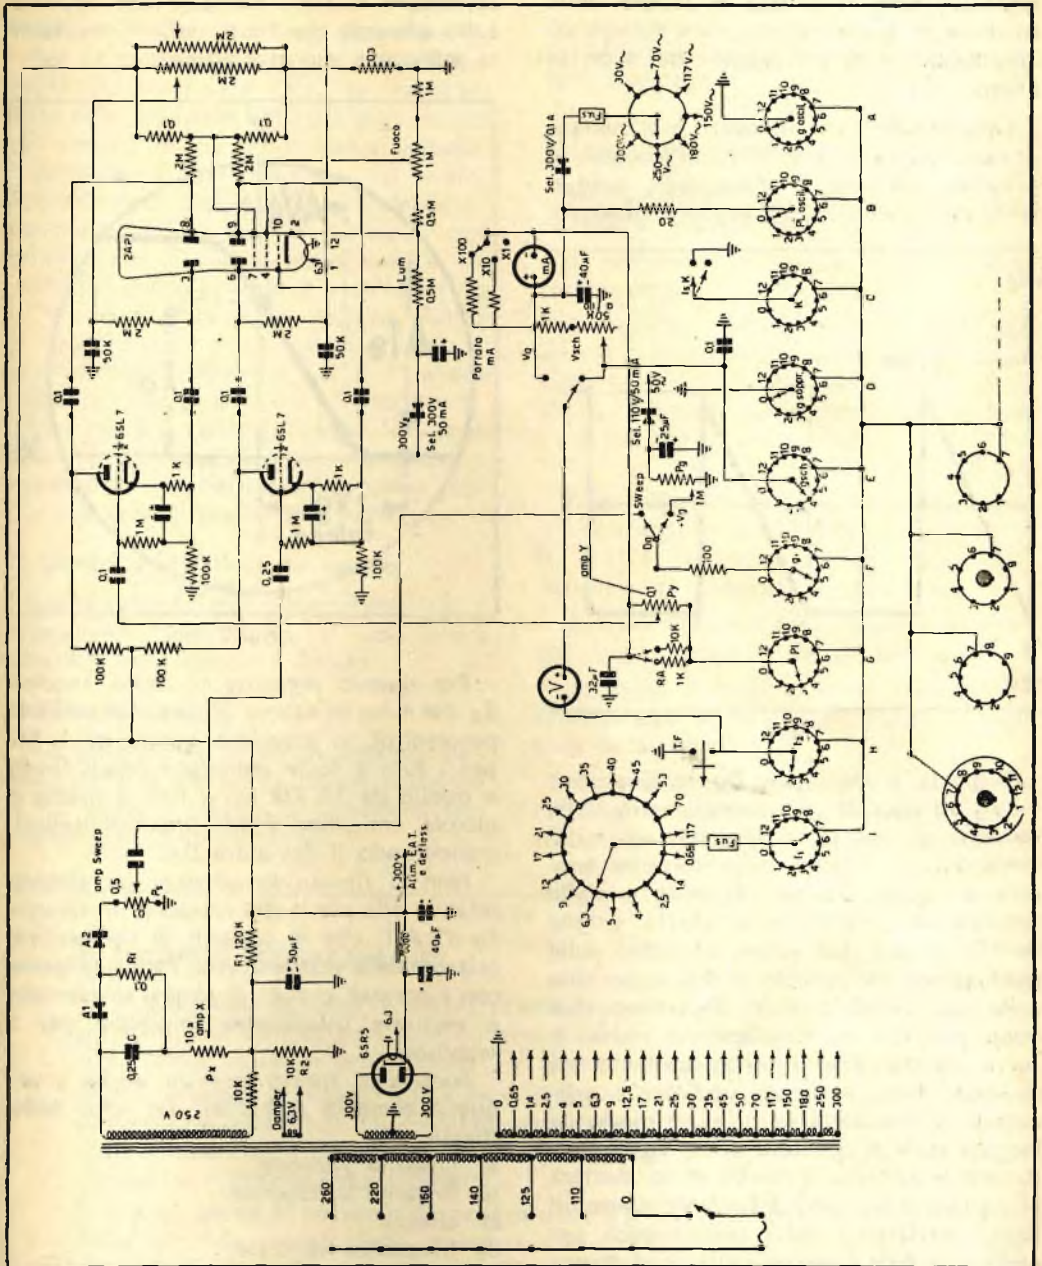

Fig. 1
Il circuito riguardante la prova dei tubi elettronici, illustrato dalla fig. 1, è basato sul seguente principio:
N.B. Nella fig. 1 i numeri corrispondenti dei contatti dei commutatori A. B. C. D. E. F. G. H. I. sono tutti collegati in parallelo fra loro ad eccezione dello 0.